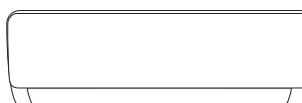

Fig. 1
1. În funcție de poziția unității, traseul frigorific poate fi dirijat în lateral de la stânga sau la dreapta (Fig. 1), sau vertical din spate (Fig. 2) (în funcție de lungimea tevii unității interioare). În cazul dirijării laterale, tăiați materialul de ieșire de partea opusă.